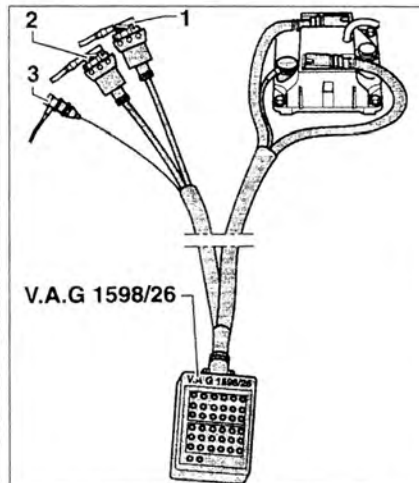

Рис. 2.73. Присоединение разъемов к тестеру V.A.G 1598 и блоку управления Motronic.
4. Присоедините разъемы следующим образом (рис. 2.73):
6. Сначала отсоедините разъем 1 от согласующего разъема тестера (красного) (рис. 2.73). Затем отсоедините все разъемы.